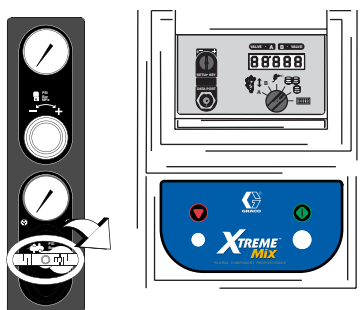

FIG. 22
1. Cierre la válvula principal de cierre de aire de la línea de suministro de aire y de la unidad. FIG. 22.